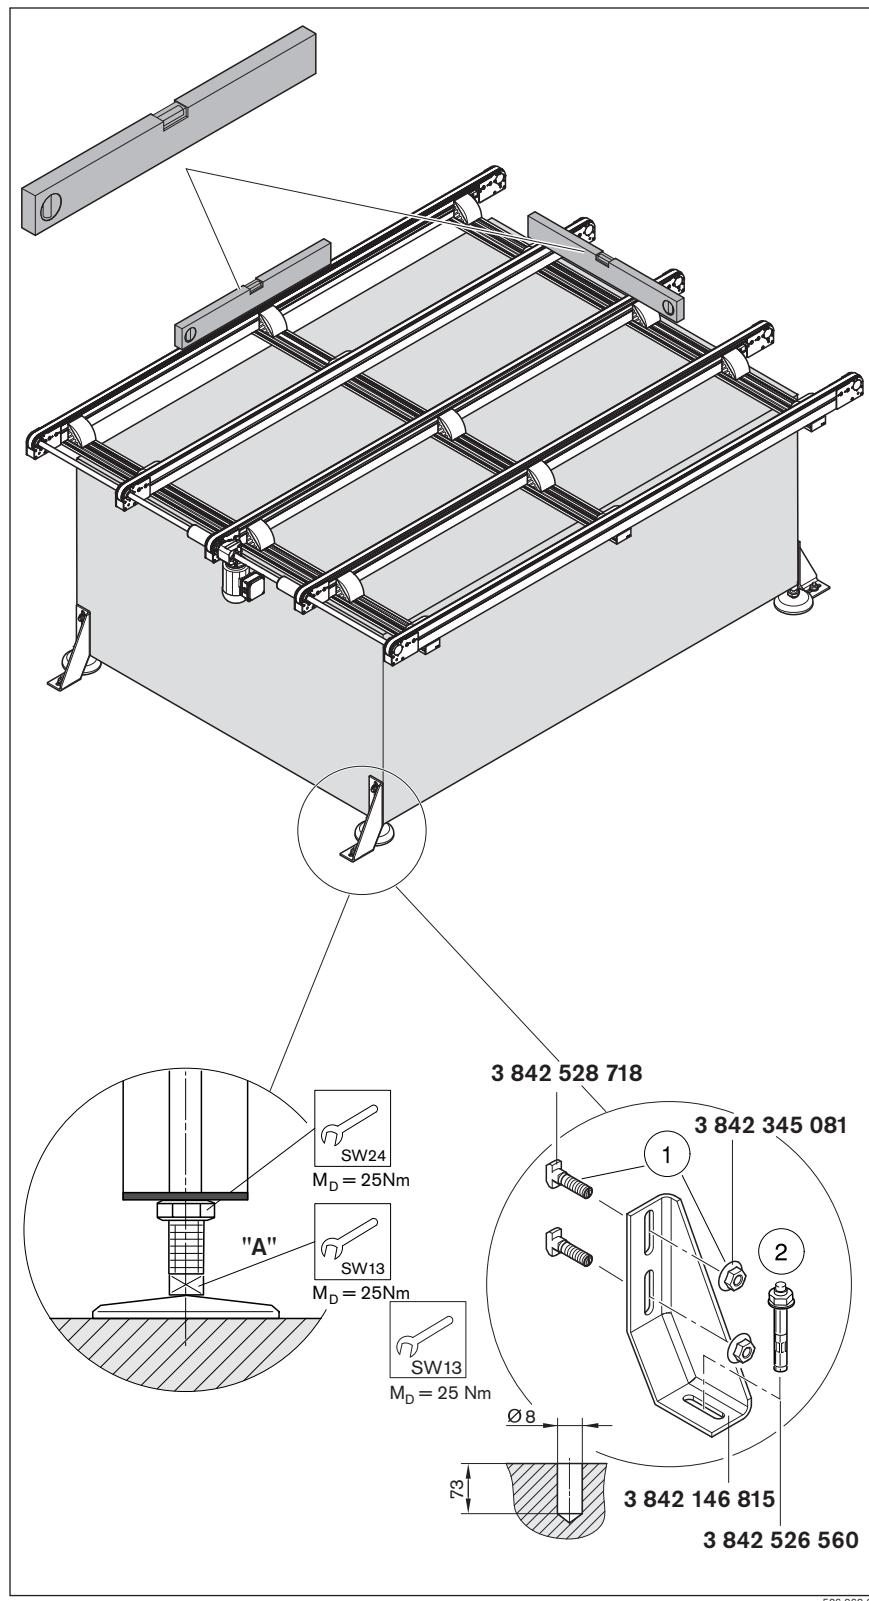

Fig. 9
- ▶ Opzione cavi di collegamento: **3 842 409 645** (M20x1,5), vedere la "Fig. 9". Prestare attenzione al prefusibile!